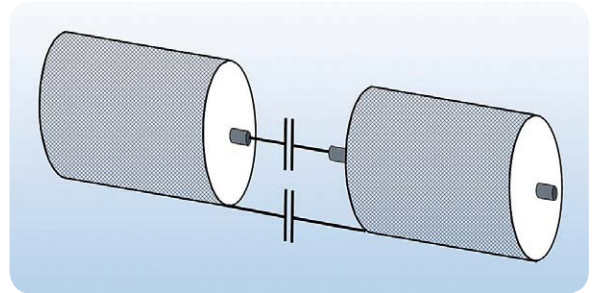

Bild 11: Kondensatoren im Innen- und Außenleiter eines Koaxialkabels blockieren gleich- und niederfrequente Ströme über Kabelschirme.
- **1. Kapazitive Kopplung.** Mantel und Schirm werden unterbrochen und über je einen Kondensator (Größenordnung 1 nF) wieder miteinander verbunden (Bild 11). Die relativ kleinen Kondensatoren schwächen die Weiterleitung niederfrequenter Ströme, die den energetisch größten Teil des Mantelstroms ausmachen.